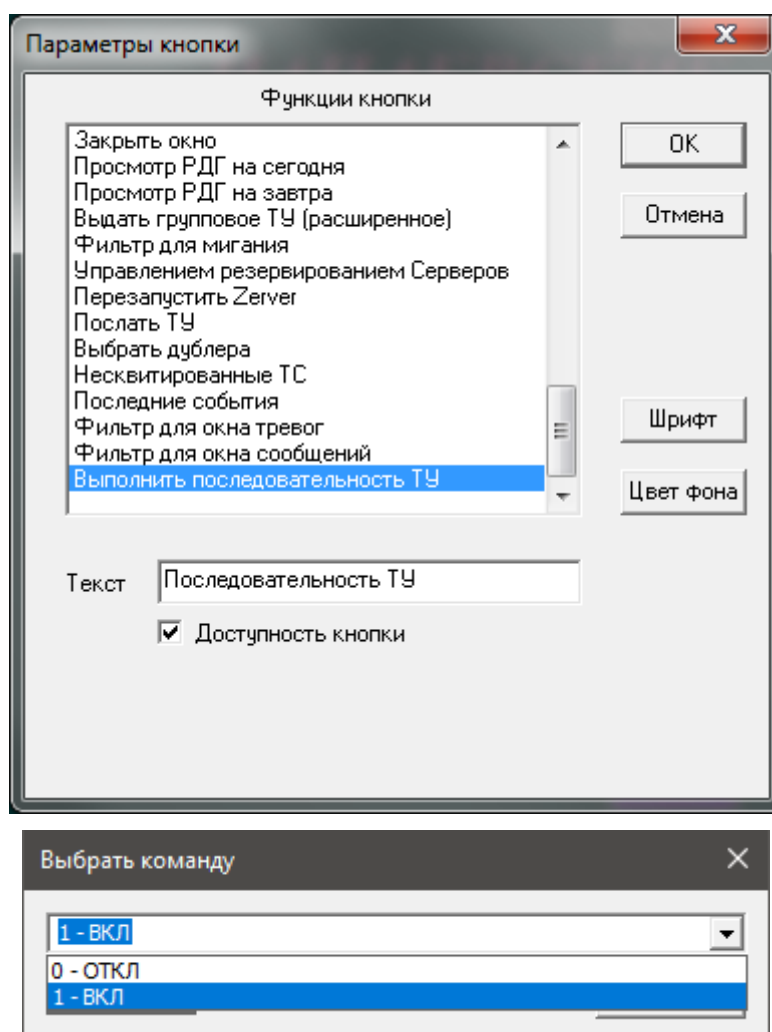

Рисунок 6.28 – Выбор функции для кнопки **«Выполнить последовательность ТУ»**
- Завести в текущем документе функциональную кнопку. Выбрать в появившемся окне **«Параметры кнопки»** кнопку **«Выполнить последовательность ТУ»**. Далее в окне **«Выбрать команду»** выбрать в выпадающем списке одну из команд (Рисунок 6.28);